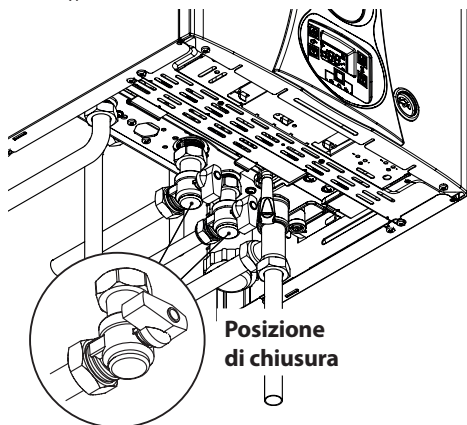

Figura 2.15
- Chiudete i rubinetti della caldaia (Figura 2.15);